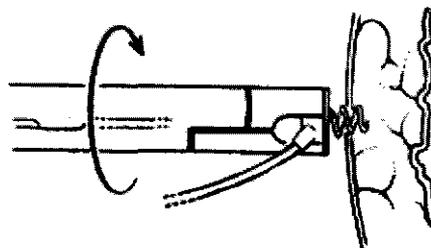

Figura 9
- Suelte el cable de derecha a izquierda (véase la figura 9) hasta que la hélice haya sido completamente retirada del tejido cardiaco.